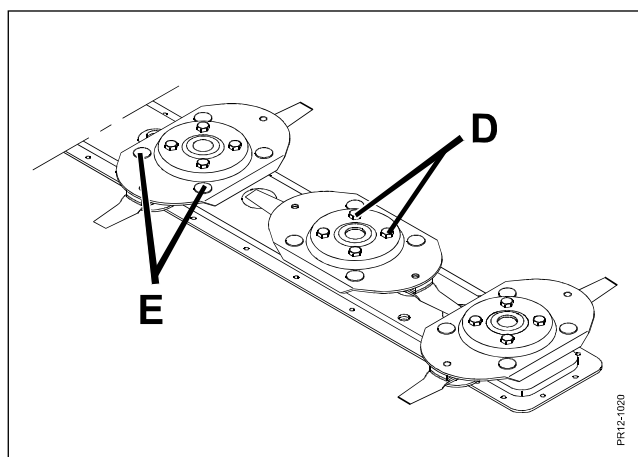

Fig. 5-10
- Fig. 5-10 Sørg for, at de 4 bolte **D** der anvendes til fastgørelse af skiven på knivbjælkens nav er forspændt med **120 Nm** (12 Kpm), og boltene **E** der fastholder knivholderne forspændes med **80 Nm** (8 Kpm).